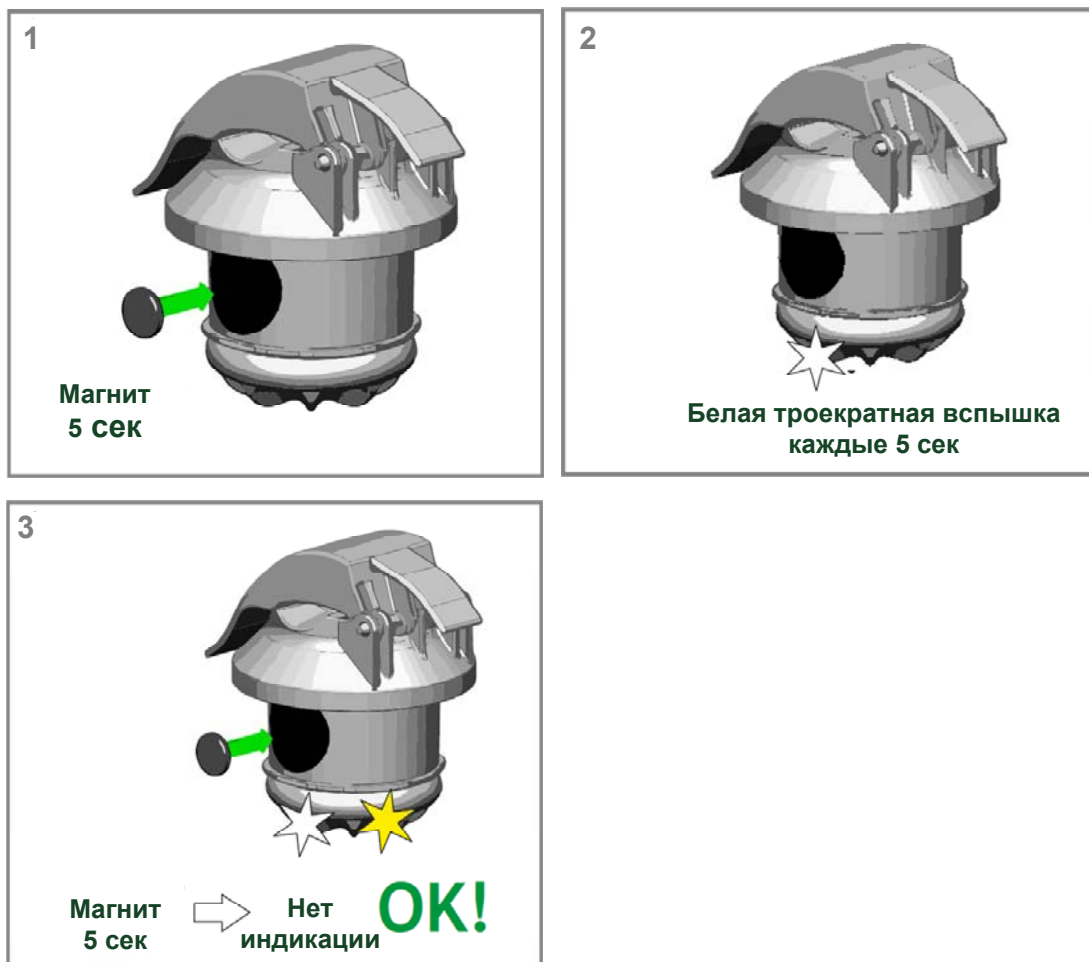

Рисунок 11 – Тестирование индикатора ИКЗ-В31
2.3.4 При желании можно выполнить тестирование индикаторов. Для запуска режима тестирования необходимо поднести магнит к корпусу ИКЗ-В31 в указанном месте и удерживать его в течение 5-10 секунд, светодиод будет производить троекратную белую вспышку каждые 5 сек. (Рисунок 11). Для отключения тестового режима нужно поднести магнит к указанному месту и удерживать в течение 5 сек. Перед отключением тестового режима светодиод производит однократную белую затем желтую вспышки.